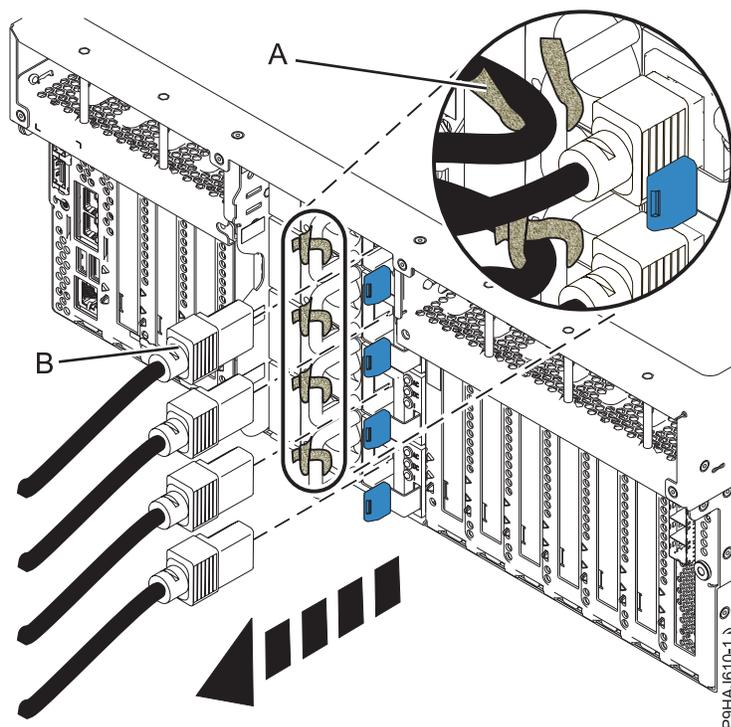

Figura 42. Remover os cabos de alimentação de um servidor montado em bastidor
3. Identifique e desligue os cabos de alimentação da unidade de sistema. Consulte Figura 42 na página 59 ou Figura 43 na página 60.